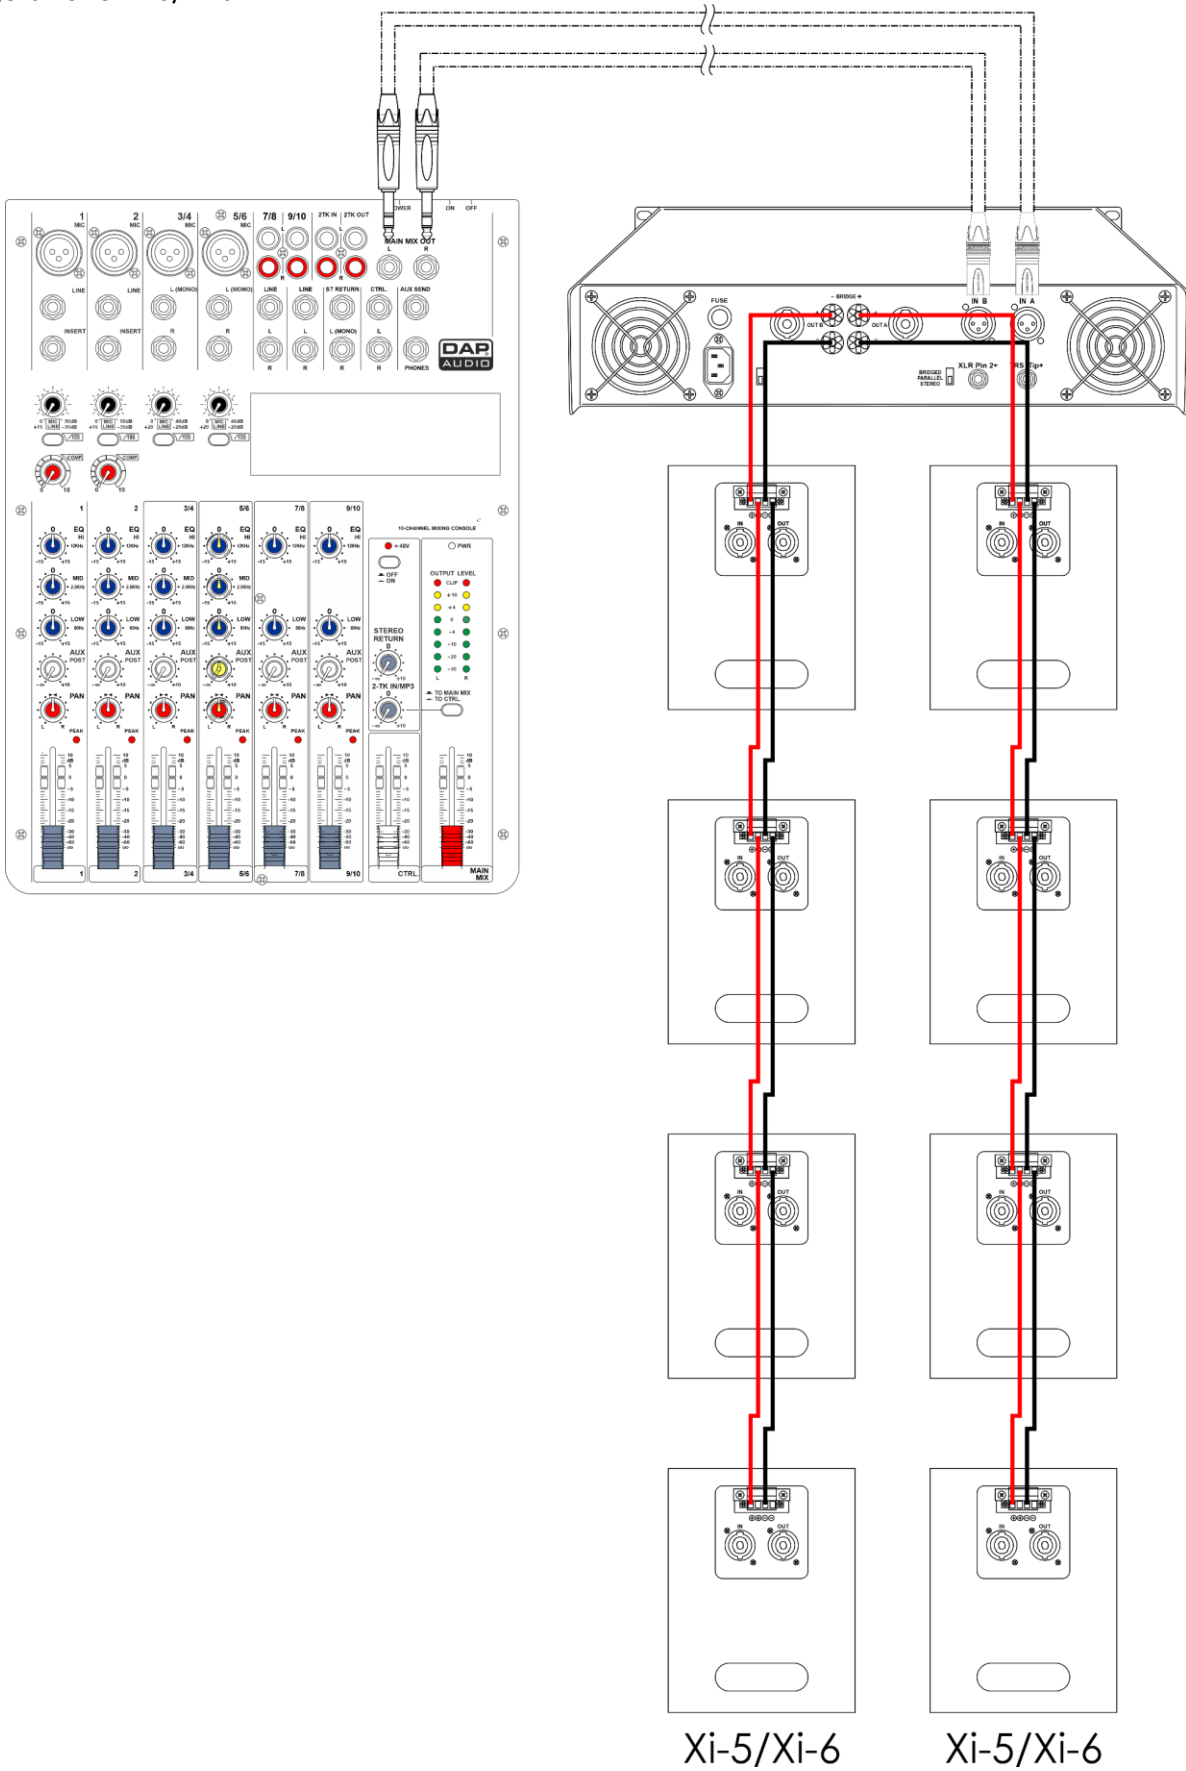
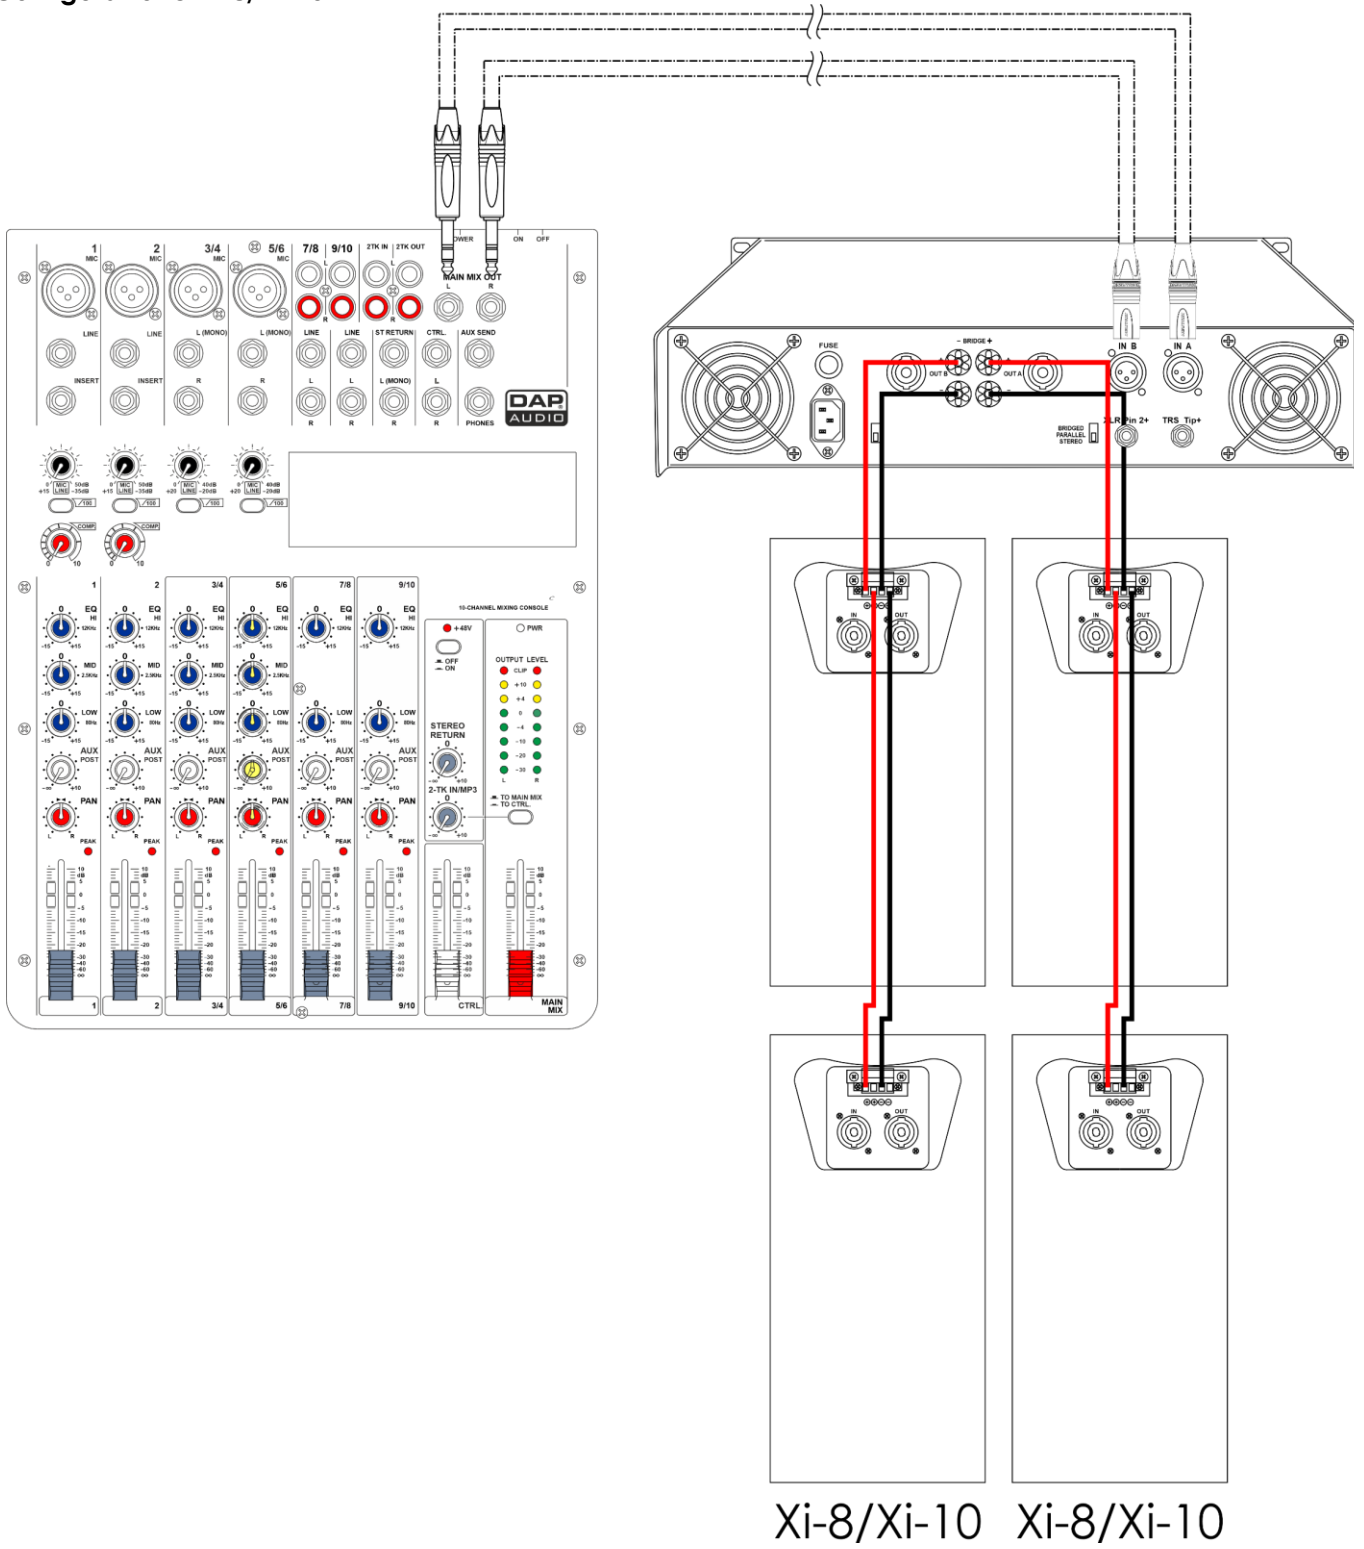

Fig. 06
Fig. 07
- Con connettori terminali Phoenix. Cfr. Fig. 06 e Fig. 07 alle pagine 11–12 per ulteriori informazioni in merito.